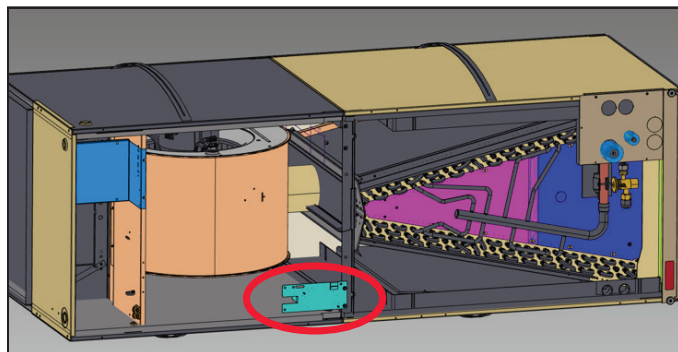

FIGURA 23
- 3 - Después de volver a colocar el conjunto del serpentín y el soporte central en la unidad y quitar los paneles de la unidad de manejo de aire, instale el conjunto del soporte del sensor en el soporte central alineando los orificios, como se muestra en la figura 23.